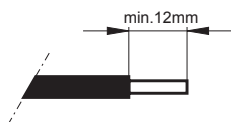

Bild 4 Beispiel für Stifteinsatz
- Das 2,3mm POF*- MOST auf min. 12mm für Stift- und 15mm für Buchseneinsätze abmanteln (s. Bild 4).